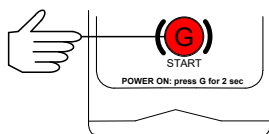

Figure 3
1. Appuyez sur le bouton G et maintenez-le enfoncé pendant 2 secondes (Fig. 3).